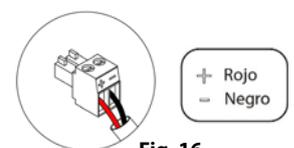

Fig. 16
Para la conexión de las salidas de motor ③ dispone de 2 bornas de 2 pines. Fije los cables con los tornillos de la borna respetando el código de colores (Fig. 16).